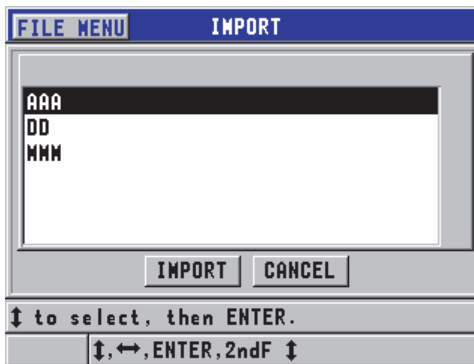

Figura 11-3 Exemplo da tela IMPORT
5. Na tela **IMPORT** (veja Figura 11-3 na página 205):